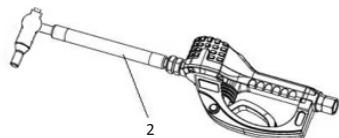

FIG. 3
1. Gjeng forlengelsesslangenippelen (2) i målerutløp med minst tre fulle omdreininger. (FIG. 3). Ikke bruk en bøy/lås eller manuell avstengingsdysse. Du må bruke en automatisk dysse på måleren, hvis ikke kan måleren skades.